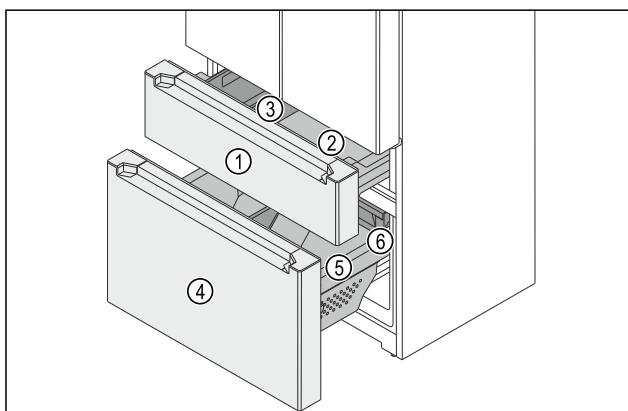

Fig. 148 冷冻区拉出式滑架
冷冻区包括两个拉出式滑架。在上层拉出式滑架 Fig. 148 (1) 中有一个容器 Fig. 148 (2) 和一个 FlexBox Fig. 148 (3)。在下层拉出式滑架 Fig. 148 (4) 中有一个大容器 Fig. 148 (5) 和一个抽屉 Fig. 148 (6)。您可以取出上下层拉出式滑架中的容器进行清洁。